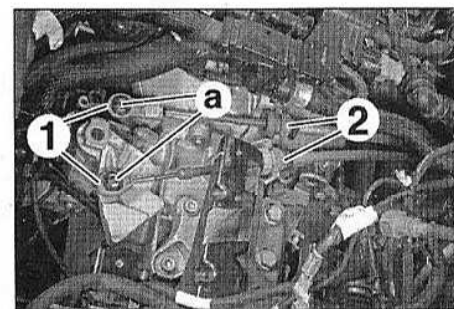

FIG.10
- Pincer les rotules (1) en (a) à l'aide d'une pince à becs pour les désolidariser (Fig.10).